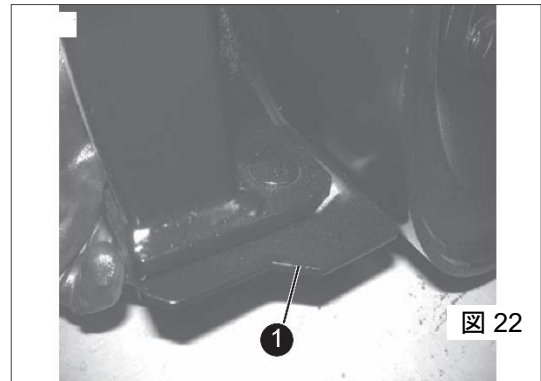

図 22
土スクレーパは、スクレーパ板(図 22 の①)を有し、ローラーからこびり付いた土を取り除きます。